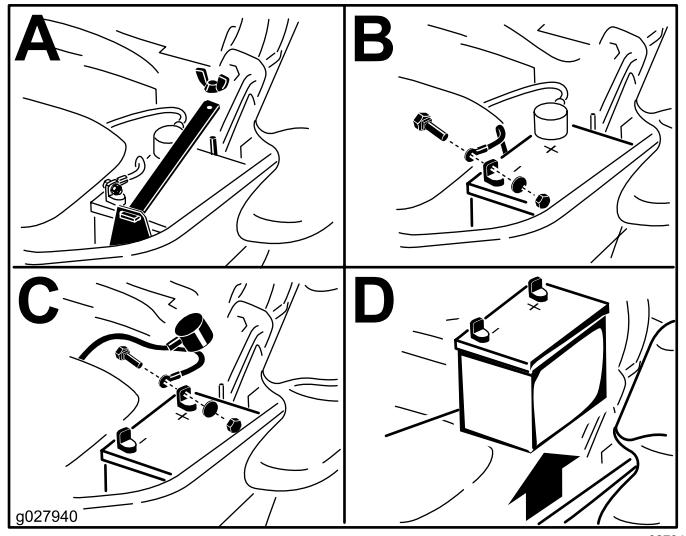

Figura 55
3. Desconecte el cable negativo (negro) de la batería del borne negativo (-) de la batería (Figura 55).
4. Retire la cubierta de goma roja del borne positivo (rojo) de la batería y retire el cable positivo (+) (Figura 55).
5. Retire la tuerca de orejeta que sujeta la abrazadera de la batería (Figura 55).
6. Retire la abrazadera (Figura 55).
1. Coloque la batería en la bandeja, con los bornes frente al depósito de aceite hidráulico (Figura 55).
4. Fije los cables con 2 pernos, 2 arandelas, y 2 contratuerzas (Figura 55).
6. Instale la abrazadera y sujetela con la tuerca de orejeta (Figura 55).